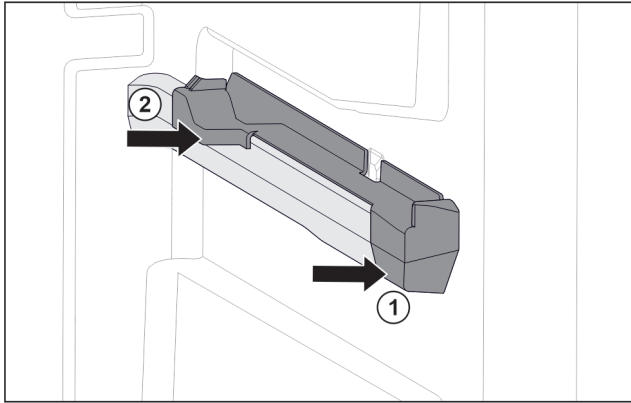

Fig. 79 Insteekelement op rechter containerrib
- ▶ Insteekelement voor tegen containerrib plaatsen. Fig. 79 (1)
- ▶ Insteekelement achter aandrukken. Fig. 79 (2)